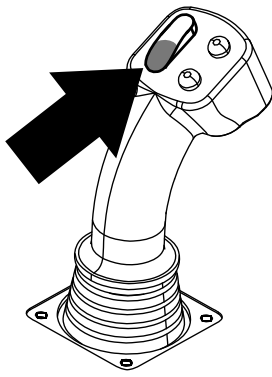
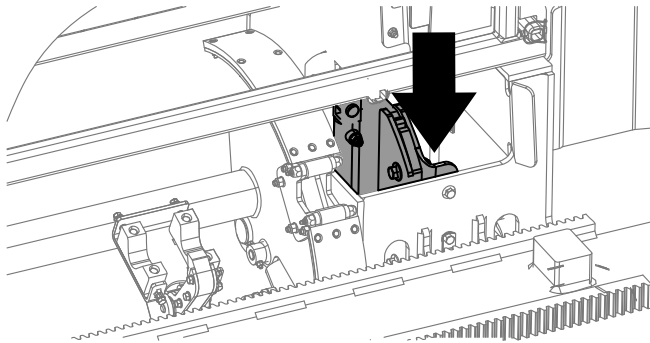

Рисунок 27
Рисунок 28
3. Удерживайте нижнюю часть перекидного переключателя (Рисунок 27) в нажатом положении до тех пор, пока кулачковый механизм не повернется к выбранному ряду и подъемник не опустит трубу в отверстие (Рисунок 28).